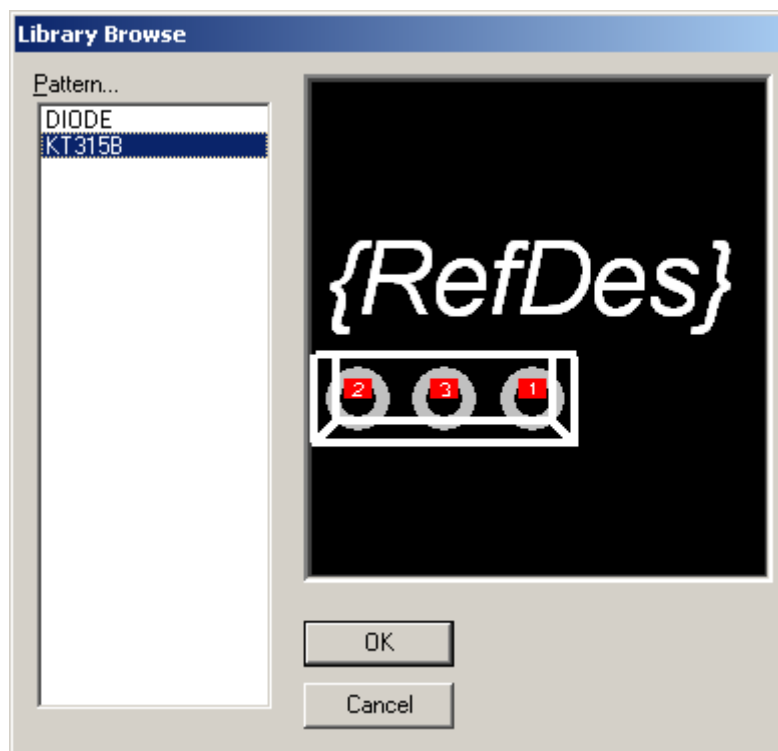

Рис. 16 Выбор посадочного места транзистора
- 7.3 Выберите посадочное место с именем **KT315B** (рис. 16).